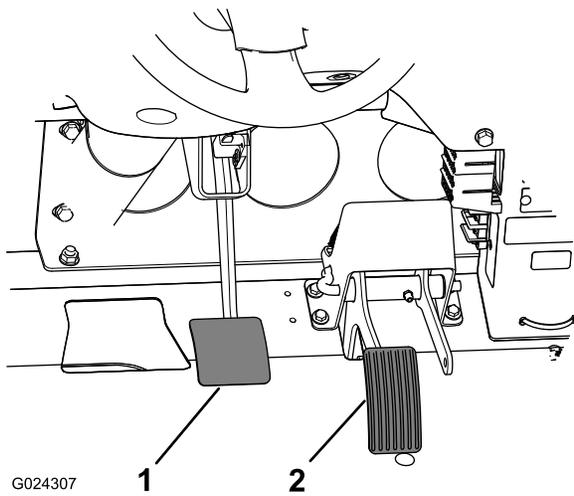

Рисунок 65
2. Поднимите педаль тормоза, (Рисунок 65) пока она не коснется рамы.
3. Ослабьте контргайку крепления вилки к валу главного тормозного гидроцилиндра (Рисунок 65).